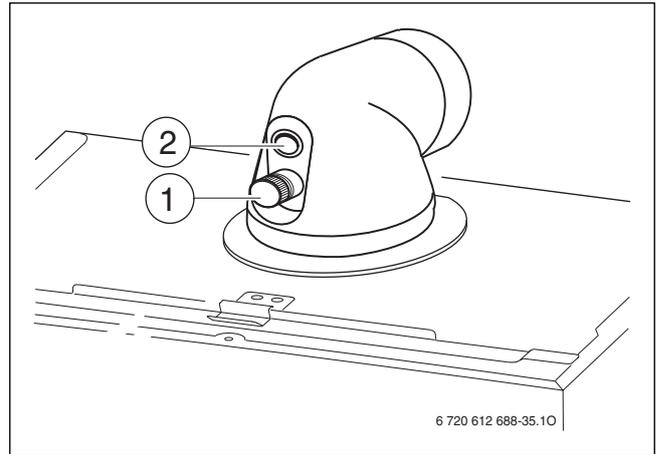

Fig. 46
- ▶ Rimuovere il tappo della presa di analisi dell'aria comburente (2) (→ fig. 46).
- ▶ Rimuovere il tappo di chiusura dalla presa di analisi dei fumi (1) (→ fig. 46).